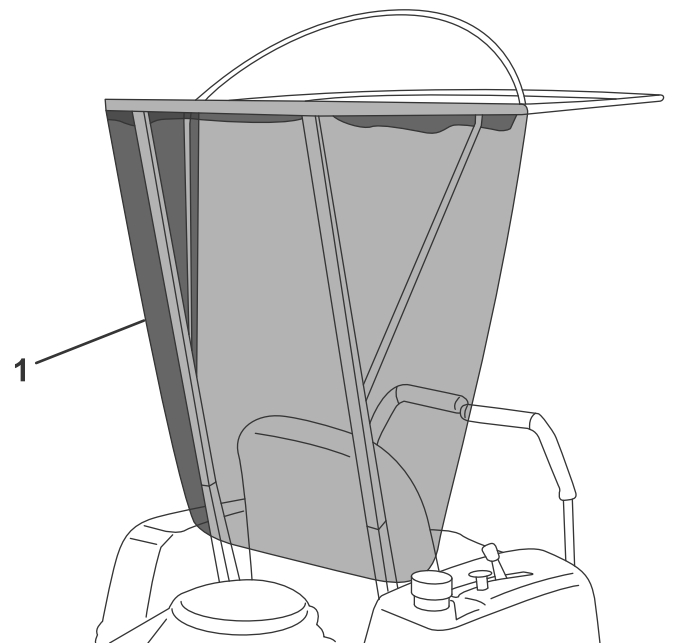

Figure 4
13. Fixez la protection arrière à l'arceau arrière et aux montants (Figure 4).